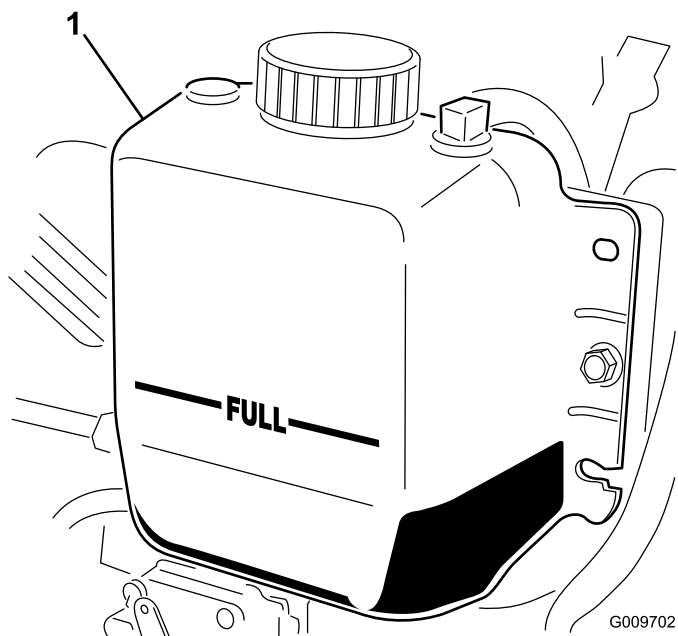

Figura 36
2. Controllate il livello del refrigerante nel radiatore. Il radiatore deve essere riempito fino alla parte superiore del collo del bocchettone, ed il serbatoio di espansione fino al segno di pieno FULL (Figura 36).